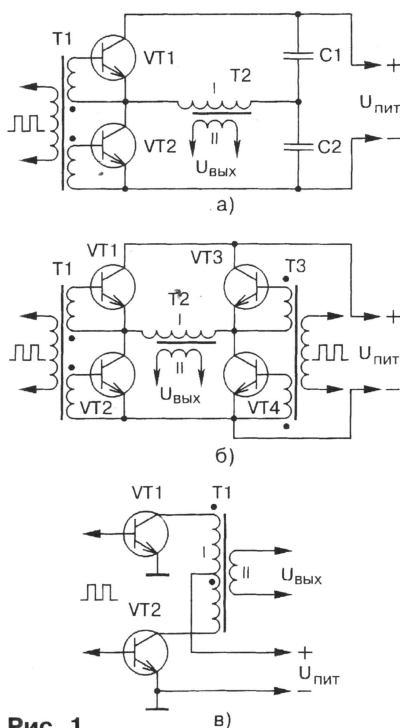

Рис. 1
Что касается подключения ключевых транзисторов к трансформатору, то здесь различают три схемы: так называемую полумостовую (рис. 1, а), мостовую (рис. 1, б) и с первичной обмоткой, имеющей отвод от середины (рис. 1, в). На сегодняшний день наибольшее распространение получил полумостовой преобразователь [1]. Для него необходимы два транзистора с относительно невысоким значением напряжения  $U_{КЭ\max}$ . Как видно из рис. 1, а, конденсаторы С1 и С2 образуют делитель напряжения, к которому подключена первичная (I) обмотка трансформатора Т2. При открывании ключевого транзистора амплитуда импульса напряжения на обмотке достигает значения  $U_{пит}/2 - U_{КЭ\text{нас}}$ .
Мостовой преобразователь [2] аналогичен полумостовому, но в нем конденсаторы заменены транзисторами VT3 и VT4 (рис. 1, б), которые открываются парами по диагонали. Этот преобразователь имеет несколько более высокий КПД за счет увеличения напряжения, подаваемого на первичную обмотку трансформатора, а следовательно, уменьшения тока, протекающего через транзисторы VT1–VT4. Амплитуда напряжения на первичной обмотке трансформатора в этом случае достигает значения  $U_{пит} - 2U_{КЭ\text{нас}}$ .
Особняком стоит преобразователь по схеме на рис. 1, в, отличающийся наибольшим КПД. Достигается это за счет уменьшения тока первичной обмотки и, как следствие, уменьшения рассеиваемой мощности в ключевых транзисторах, что чрезвычайно важно для мощных ИБП. Амплитуда напряжения импульсов в половине первичной обмотки возростает до значения  $U_{пит} - U_{КЭ\text{нас}}$ . Следует также отметить, что в отличие от остальных преобразователей [1, 2] для него не нужен входной развязывающий трансформатор.
В устройстве по схеме на рис. 1, в, необходимо использовать транзисторы с высоким значением  $U_{КЭ\max}$ . Поскольку конец верхней (по схеме) половины первичной обмотки соединен с началом нижней, при протекании тока в первой из них (открыт VT1) во второй создается напряжение, равное (по модулю) амплитуде напряжения на первой, но противоположное по знаку относительно  $U_{пит}$ . Иными словами, напряжение на коллекторе закрытого транзистора VT2 достигает  $2U_{пит}$ , поэтому его  $U_{КЭ\max}$  должно быть больше  $2U_{пит}$ .